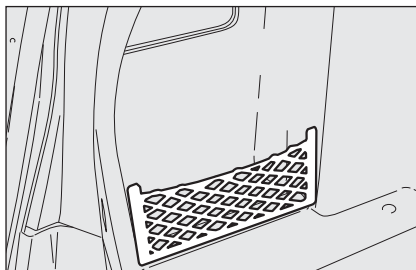

fig. 14
- **fig. 14** - version sans volet latéral